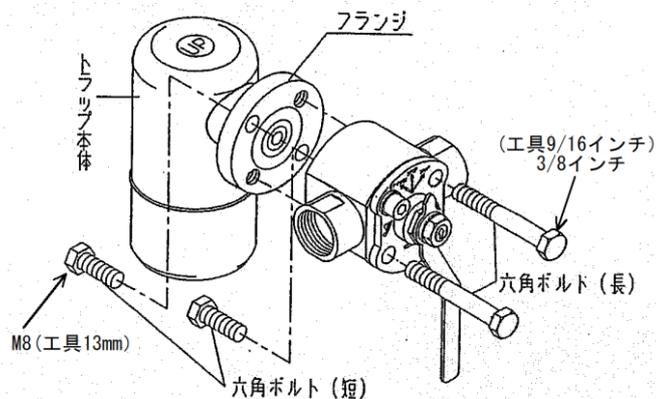

図 6
(1) 付属品の六角ボルト(4本)で、図6の様にトラップのフランジに取り付けてください。トラップはUPのラベルを上にして垂直に配管してください。